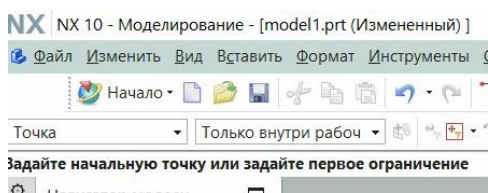

Рис.47
- Очень важно во время проектирования читать системные подсказки и диагностические сообщения, для которых предусмотрены специальные поля вверху (или внизу) экрана (рис.47).